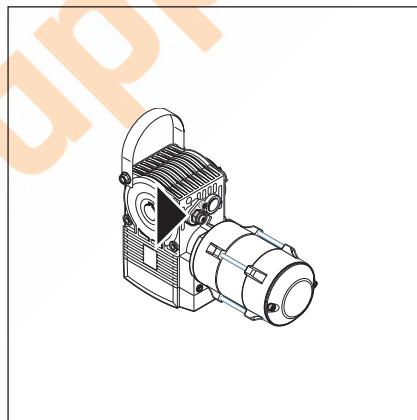
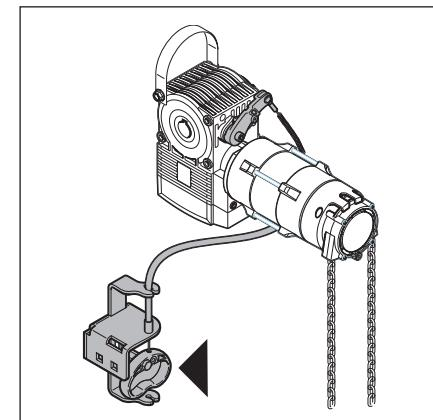
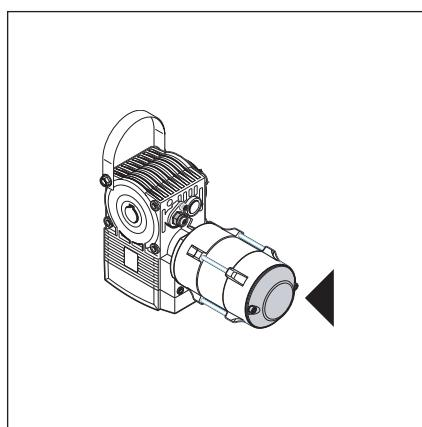

Abb. 8-1: Wartungsentriegelung
Abb. 8-2: Gesicherte Entriegelung
Abb. 8-3: Wellenantrieb mit Abdeckkappe
2. Bei geschlossenem Tor Wartungsentriegelung (siehe Abb. 8-1) oder gesicherte Entriegelung (siehe Abb. 8-2) betätigen.
- a. Wellenantrieb mit Abdeckkappe (siehe Abb. 8-3): Bei geschlossenem Tor Wartungsentriegelung (siehe Abb. 8-1) oder gesicherte Entriegelung (siehe Abb. 8-2) betätigen. Tor von Hand in die gewünschte Richtung schieben.